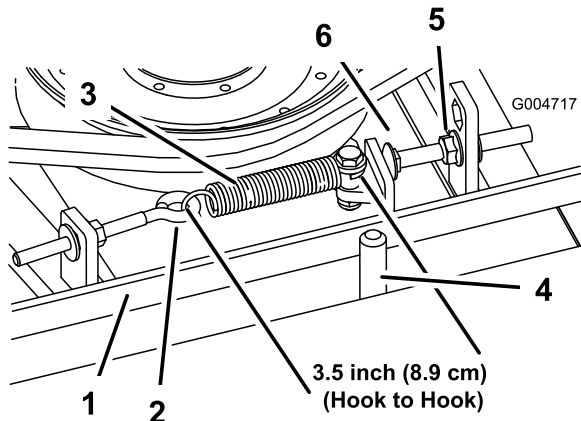

Figure 70
entre la tête du boulon et le bras de la poulie de tension (Figure 70).
Remarque: La courroie doit être placée du côté ressort du guide (Figure 70).
8. Raccrochez le ressort d'extension (Figure 70) au boulon à œil et tendez la courroie comme suit :
2. Desserrez le boulon à œil pour pouvoir enlever le ressort d'extension (Figure 70).
3. Desserrez l'écrou à embase qui fixe le boulon de butée à la patte de montage. Reculez l'écrou suffisamment pour que le bras de la poulie de tension passe le boulon de butée (Figure 70). Éloignez la poulie de tension de la courroie pour détendre cette dernière.